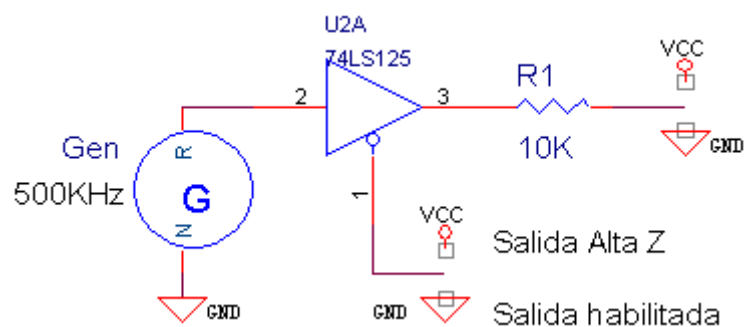

Figura 7
- ✓ Se montará el circuito de la figura 7.